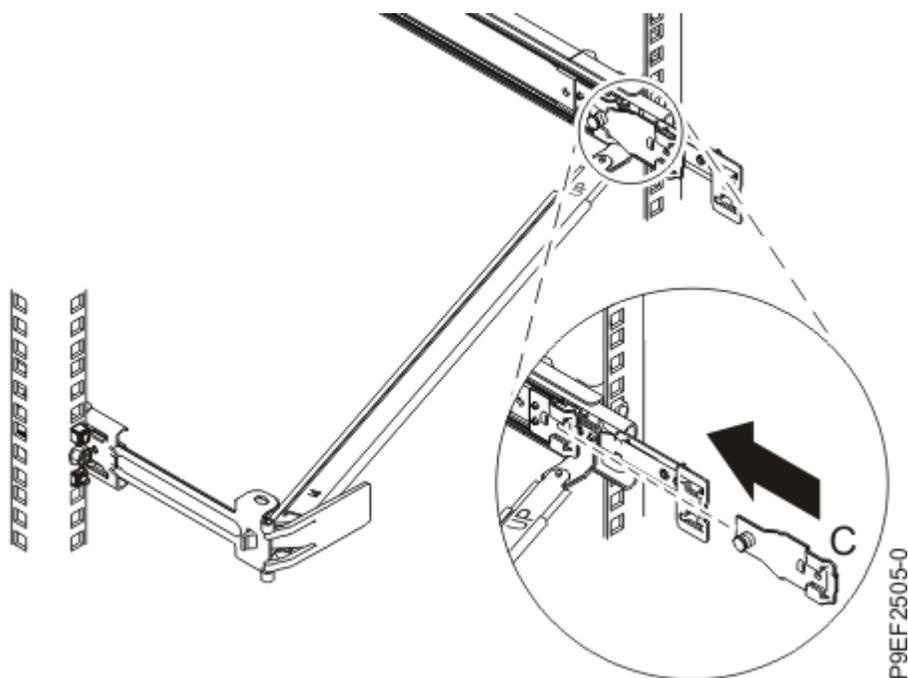

Figure 13. Installation du support de fixation dans la glissière
6. Fixez le support de fixation **(C)** à l'emplacement situé à l'intérieur de la glissière de droite, en le faisant glisser dans le rail jusqu'à ce que la broche à ressort se mette en place. Pour plus de détails, voir Figure 13, à la page 13.